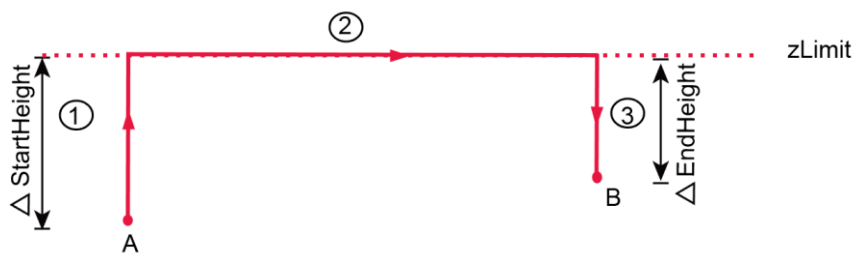

图 2.14 Jump 运动轨迹 1
- 如果A点高度+StartHeight或B点高度+EndHeight大于zLimit，则从A点抬升至zLimit或从zLimit下降至B点时，中间没有过渡阶段，其运动轨迹为简单的门型，即从A点直接抬升至zLimit或直接从zLimit下降至B点位置。以A点高度+StartHeight和B点高度+EndHeight均大于zLimit为例，其运动轨迹如图 2.14所示。